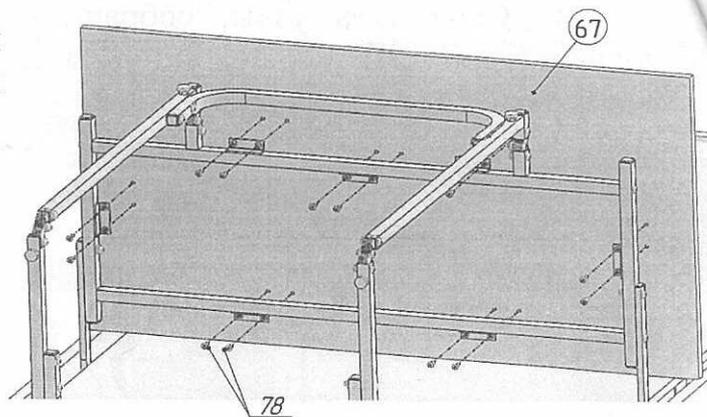

Рис.25
26. Присоединить к собранной раме стола столешницу поз.67, используя саморезы  $\varnothing 4 \times 16$  поз.78 (рис.25).